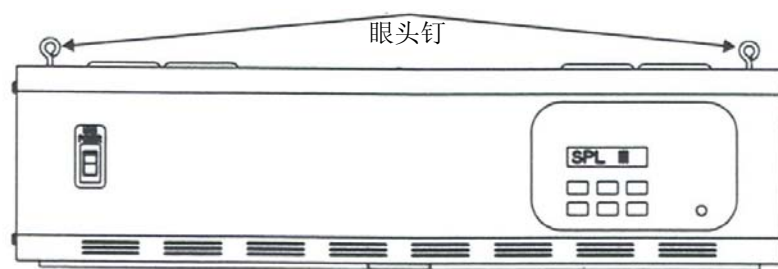

图 9. 悬吊式灯箱
2. 从附件内取出眼头钉(一组/四粒，两组/八粒)，固定(或拧紧)于灯箱顶部的焊合螺丝帽上。见图 9